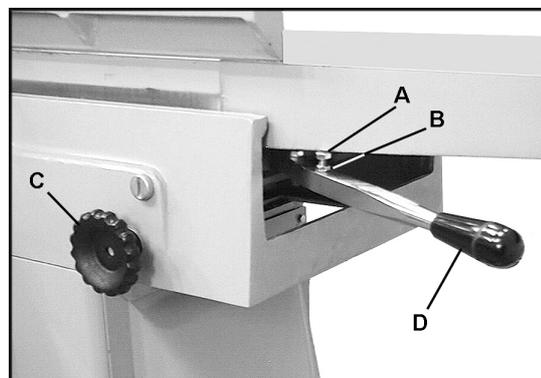

Рис. 12
1. Разгрузочный стол имеет стопорный винт (А, Рис. 12), который при касании края стола, как показано на рисунке, обеспечивает его надлежащую высоту. Ослабьте маховик (С, Рис. 12) и поднимайте регулировочный рычаг (D, Рис. 12) до тех пор, пока стопорный винт (А, Рис. 12) не коснется края стола.
4. Чтобы поднять разгрузочный стол, ослабьте шестигранную гайку (В, Рис. 12) и закручивайте стопорный винт (А, Рис. 12) по часовой стрелке. Чтобы опустить разгрузочный стол, откручивайте стопорный винт (А, Рис. 12) против часовой стрелки.
5. Когда разгрузочный стол будет установлен на одном уровне с ножами, затяните шестигранную гайку (В, Рис. 12) и плотно затяните маховик (С, Рис. 12).